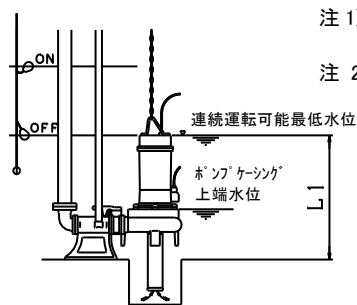

図 3
- 5) 吸込ノズル付ポンプは運転可能最低水位以下からの運転時間は 30 分以内となるように自動運転装置を設けてください。（図 3 参照）L1 寸法は外形寸法図に明示してあります。又、ポンプケーシング上端以下の水位で運転する場合、空気を吸込まないようにしてください。運転時間は 30 秒程度を目安にタイマー等で設定してください。